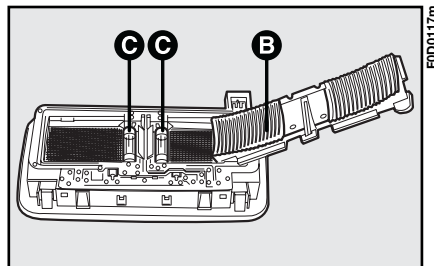

fig. 30
2) sollevare il coperchietto **B**-fig. 30 ed asportare la lampada bruciata **C**;